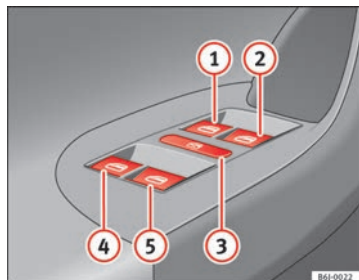

Fig. 51 Dettaglio della porta del conducente: interruttori dei finestrini anteriori e posteriori
I tasti ⇒ fig. 51 ①, ②, ④ e ⑤ hanno due livelli per l'apertura e due per la chiusura dei finestrini. In questo modo è più facile eseguire le operazioni di apertura e chiusura.